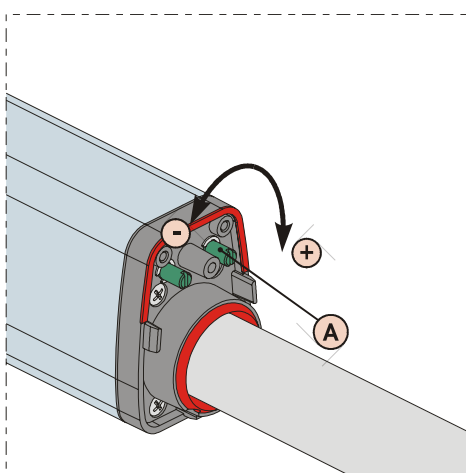

Fig. 19
- 2) Om de eindschakelaar voor **sluiting FCC** te regelen, draai aan de stelschroef, fig. 19 ref. A: draai hem met de klok mee om de slag van de steel te vergroten, of tegen de klok in om de slag te verkleinen.